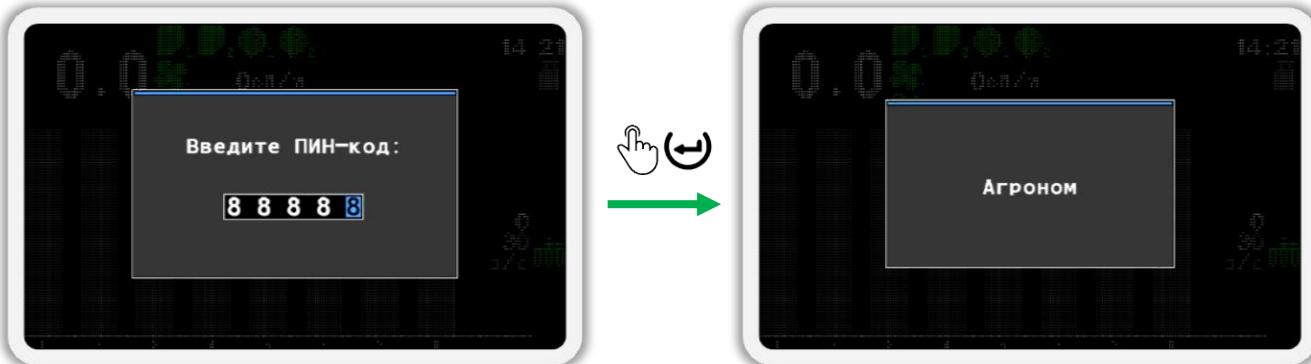

Рисунок 31
6. После того, как вы введете ПИН-код, нажмите кнопку  «Меню». Если код введен правильно, то вы увидите сообщение с надписью «Агроном» (см. Рисунок 31). После этого вы будете автоматически возвращены в меню «Настройки».